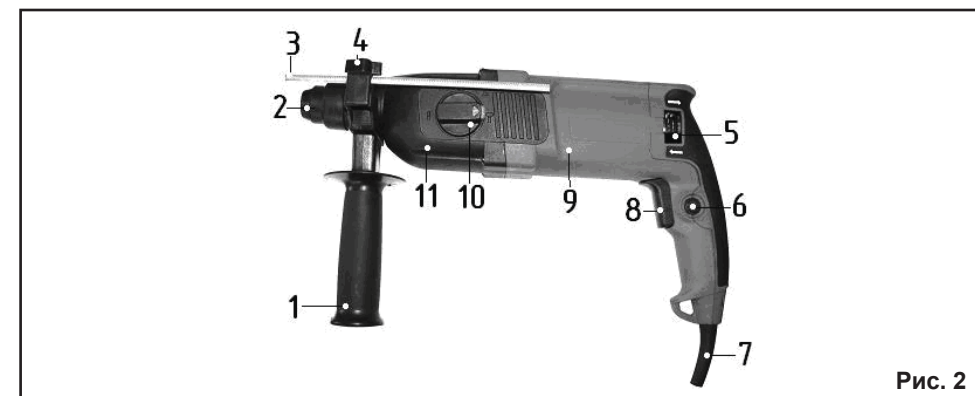

Рис. 2
6. УСТРОЙСТВО ПЕРФОРАТОРА (Рис.2)
8. ПОДГОТОВКА К РАБОТЕ И РЕГУЛИРОВКА (Рис.2)